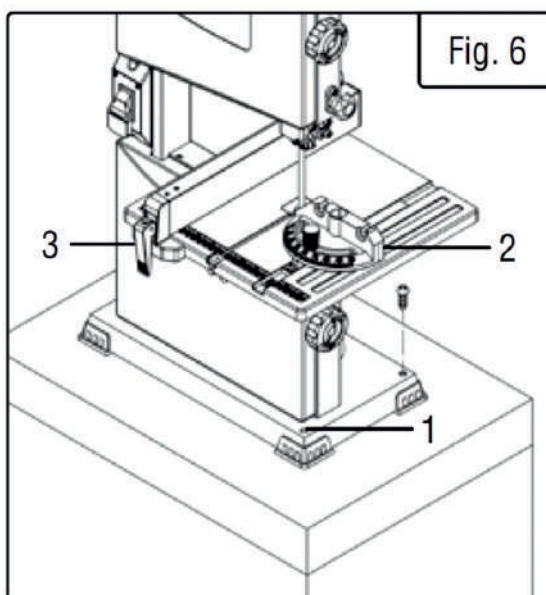

Рис. 6
5. Установите станок на верстак или другую прочную поверхность, используя три отверстия в основании станка (Рис. 6–1). Крепеж не входит в комплект станка. Используйте болты M8 или 1/4".
6. Поместите угловой упор в паз для углового упора (Рис. 6–2).
7. Потяните вверх фиксатор упора (Рис. 6–3), чтобы освободить его. Поместите упор на стол, убедившись, что он параллелен пильному полотну. Нажмите на фиксатор упора, чтобы зафиксировать упор на столе.